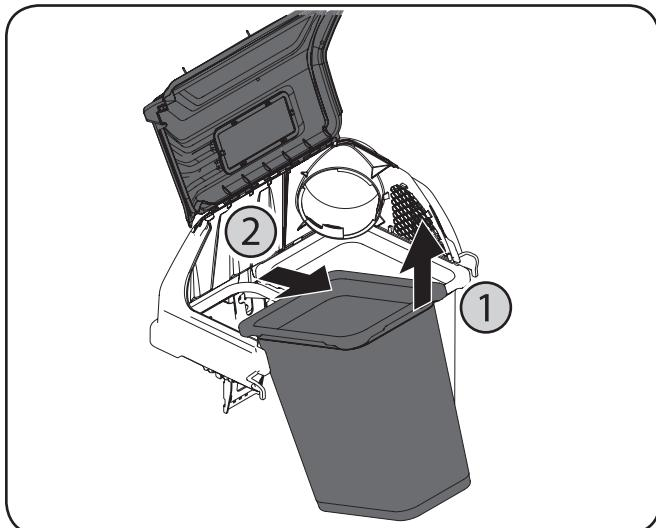

Figura 2
3. Retire las bolsas de césped, levantándolas (1) y separándolas del conjunto de soporte de las bolsas (2). Consulte la Figura 2.